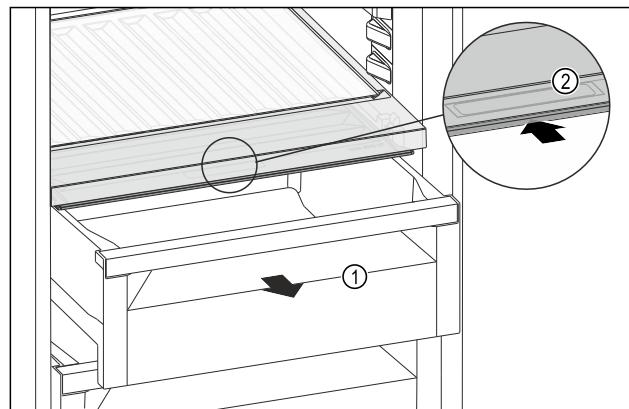

Fig. 121
- Zásuvku Fig. 121 (1) vytáhněte.
- Uchopte prohlubeň pro rukojeť Fig. 121 (2) na víku zásuvky a současně zasuňte víko zásuvky směrem dozadu.